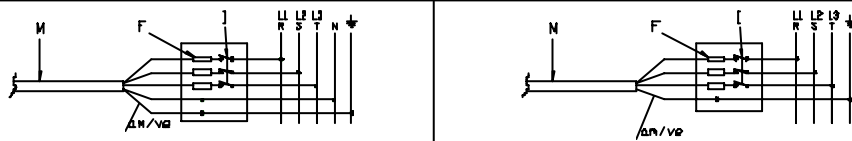

Fig. 7
- Colocar en la toma de red, un interruptor general (I) independiente al aparato cuya distancia entre contactos sea igual o superior a 3 mm. (Fig.7), así como un interruptor diferencial de 300 mA.
(1) T.S.: Tunnel de Secado. Accesorio opcional con el que se obtiene el secado inmediato de la vajilla.
(2) C.V.: Condensador de Vahos. Accesorio opcional con el que se minimiza la emisión de vahos al exterior del lavavajillas.